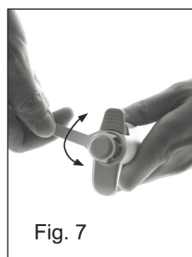

Fig. 7
1. Placer l'outil de calibration dans les trous de verrouillage destinés à l'ajustement d'étalonnage (sous le bouton de pipetage) (Fig.7).